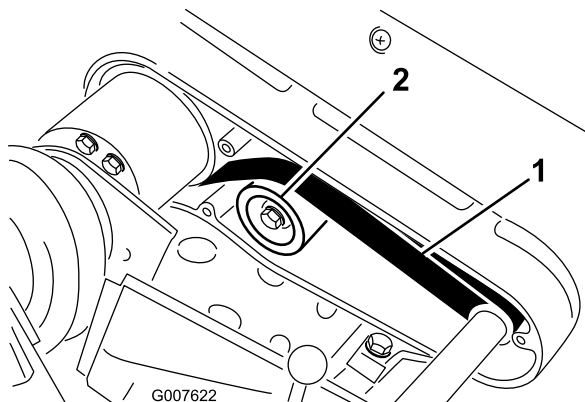

Figura 42
2. Verifique a tensão pressionando a correia a meio curso entre as polias (Figura 42) com uma força de 22-26 N. A correia deverá flectir-se 6 mm.
- A. Desaperte a porca de montagem da polia intermédia e incline-a para o lado de trás da correia até que obtenha a tensão desejada da correia (Figura 42).